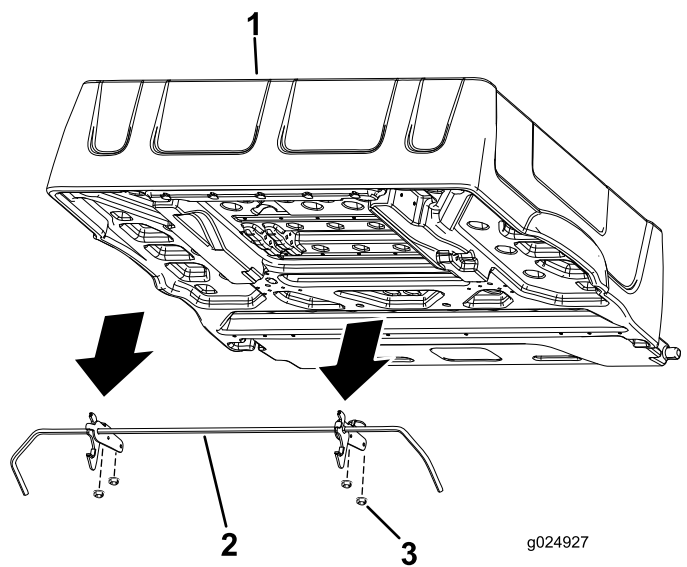

图 3
6. 拆下将门锁杆支架固定到货斗下方的 4 个凸缘螺母图 3。